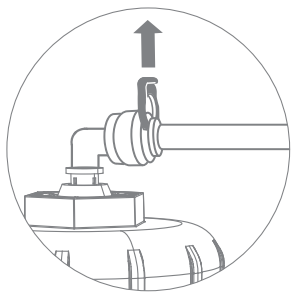

Рис. 16
2. Отсоедините стопорную клипсу, фиксирующую цангу (рис. 16). Отсоедините трубку, удерживая цангу прижатой к корпусу (см. раздел «Отсоединение трубок» (стр. 8)). При необходимости отсоедините все трубки от корпуса мембраны и извлеките его из скобы крепления.